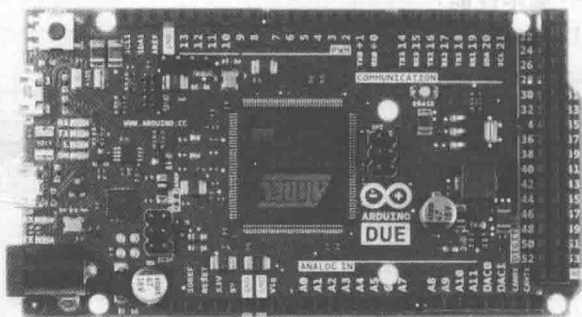

图 1-3 Arduino Due
(3) Arduino Due (见图 1-3)。与一般的 Arduino 控制器使用通用 8 位 AVR 单片机不同, Arduino Due 是一款基于 ARM Cortex-M3 的 Atmel SMART SAM3X8E CPU 作主控芯片的板卡。